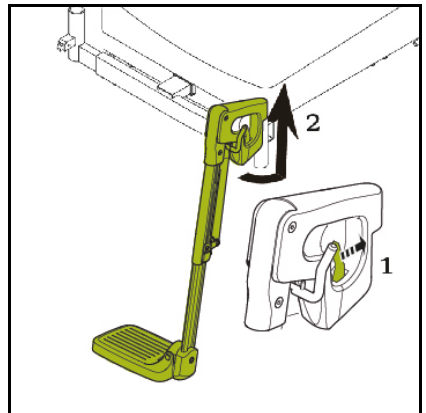

Abb. 6.2
11. Drehen Sie nach Möglichkeit die Beinstützen zur Seite weg (Abb. 6.2).